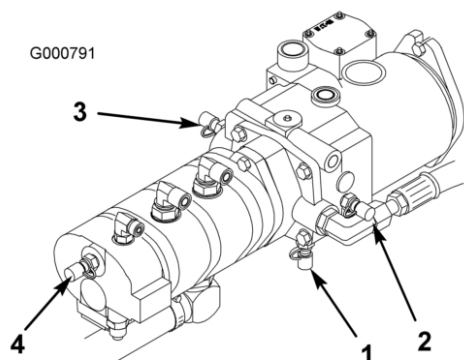

Figure 69
4. La prise d'essai D est située au bas de la transmission hydrostatique (Figure 69) et sert à mesurer la pression de charge de la transmission.
5. La prise d'essai E est utilisée pour mesurer la pression de déplacement en marche avant (Figure 69).
6. La prise d'essai F est utilisée pour mesurer la pression de déplacement en marche arrière (Figure 69).
7. La prise d'essai G sert à mesurer la pression du circuit de direction (Figure 69).